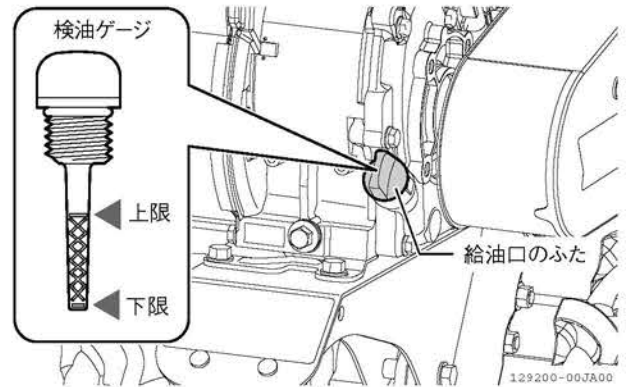

図 4-24 点検のしかた
1. 給油口のふたを外して、先端の検油ゲージのエンジンオイルをきれいにふきます。(図 4-24)
2. 給油口のふたを給油口に差し込み(ねじ込まない)、もう一度抜き出します。(図 4-24)